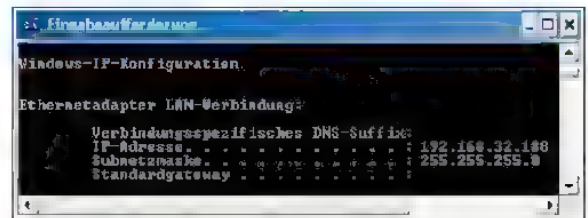

Bild 1: IP-Konfiguration mit „ipconfig“
2. Welche IP-Adresse besitzt der PC aus Bild 1? Welcher Klasse (Bild 4) wird diese Adresse zugeordnet und welche Adressen sind im IP-Bereich des PCs prinzipiell möglich? Geben Sie dazu die Anfangs- und Endadresse an.